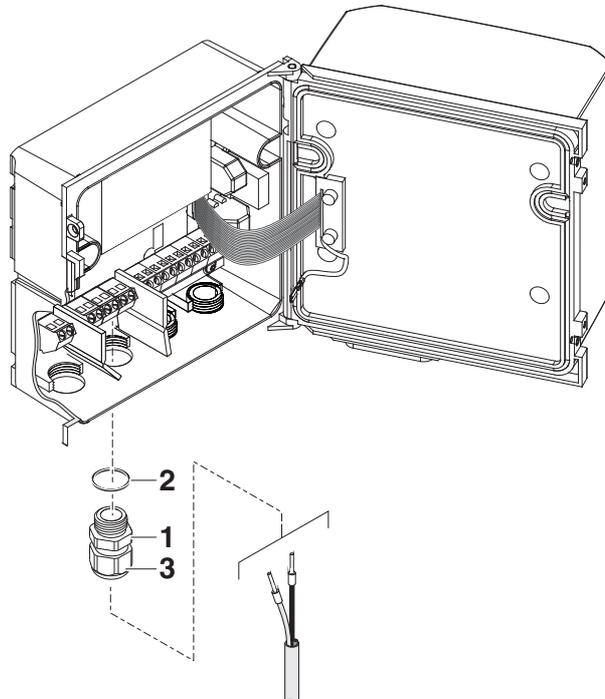

Bild 3-31 Leitungen einführen
- 2 Eine Kabelverschraubung (Pos. 1 in Bild 3-31) mit dem Dichtring (Pos. 2) in das Gehäuse unterhalb der jeweiligen Anschlüsse einschrauben.